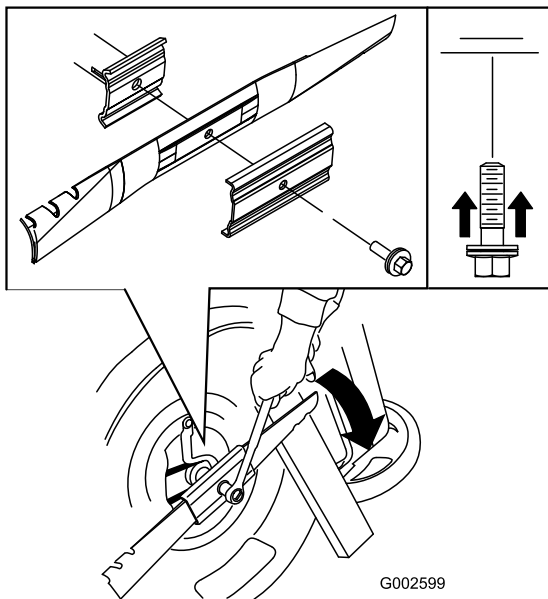

Figure 45
3. Immobilisez la lame avec un morceau de bois (Figure 45).
4. Déposez la lame mais ne jetez pas les fixations (Figure 45).
5. Montez la nouvelle lame et toutes les fixations (Figure 45).